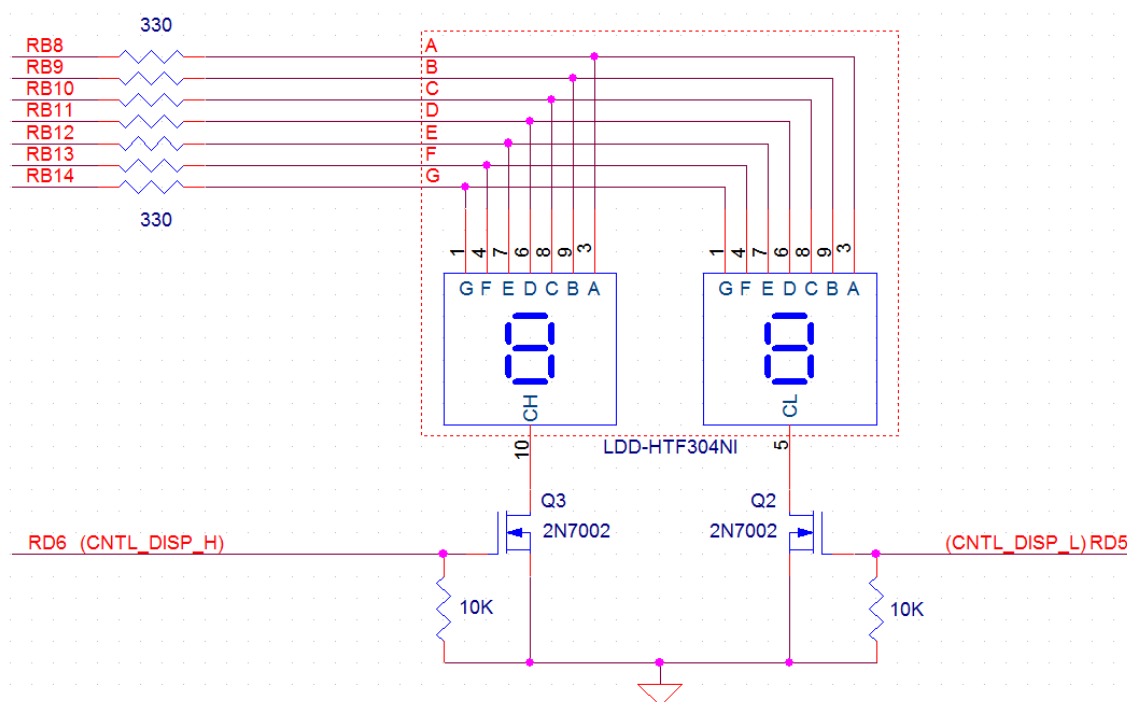

Figura 4. Ligação de um *display* de 7 segmentos duplo ao porto B do PIC32.
Apesar de o componente ser constituído por dois *displays*, existe apenas um conjunto de entradas "A" a "G", que liga internamente às entradas correspondentes dos dois *displays*, tal como esquematizado na Figura 4. A ativação de cada um dos *displays* é feita através das entradas CH e CL, que funcionam como um *enable*, ativo em lógica negativa. Ou seja, para que um *display* esteja ativo é necessário que o respetivo *enable* (CH ou CL) tenha o valor lógico 0.
- Escrever no porto B a combinação binária que ative apenas o segmento do *display* correspondente ao carácter lido; note que a Figura 4 contém a informação que determina qual o porto que corresponde a cada segmento: por exemplo, o segmento A está ligado ao porto **RB8**.